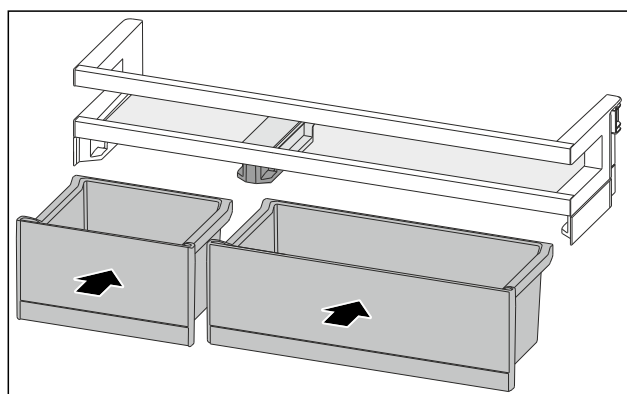

Fig. 153
- Inserire i VarioBox in posizione scambiata. (vedere Fig. 153)